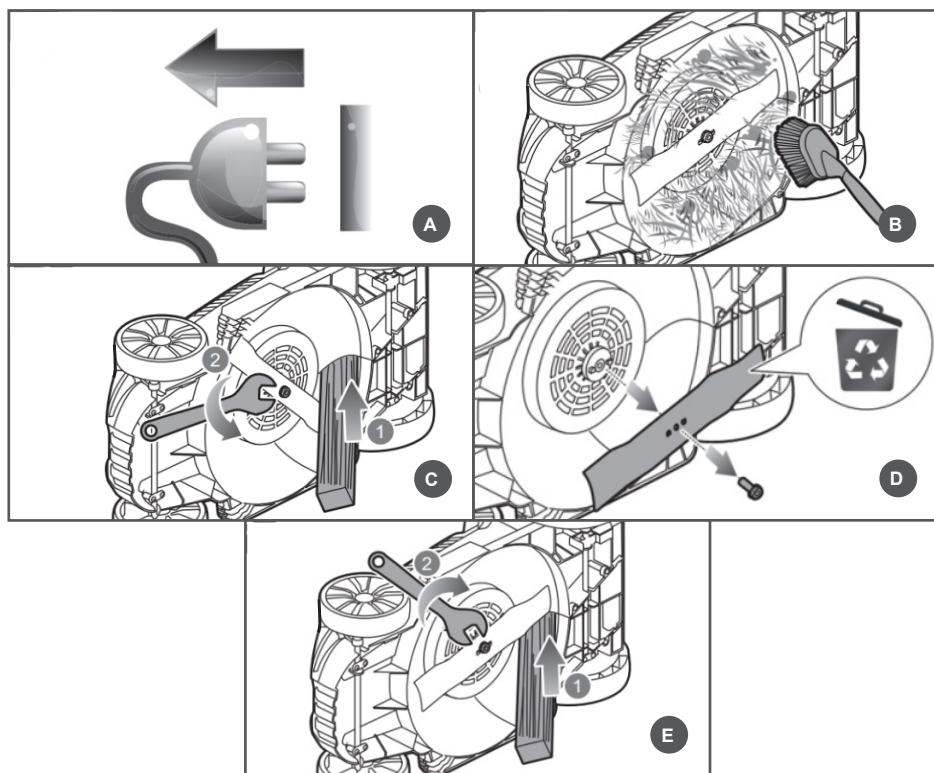

Рис. 17 Снятие-установка ножа
2. Возьмите одной рукой нож и крепко держите, или установите деревянный брусок 1 и зафиксируйте нож от проворачивания (Рис. 17).
3. Установите гаечный ключ 2 (в комплектность не входит) и открутите против часовой стрелки винт крепления ножа (Рис. 17).
5. Установите новый нож на адаптер (Рис. 17) так, чтобы:
6. Возьмите одной рукой нож и крепко держите, или установите деревянный брусок 1 и зафиксируйте нож от проворачивания (Рис. 17).